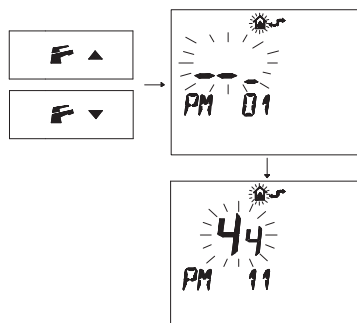

Figura 5.49
- Premere i pulsanti  $\mathbb{F}$ ▲ o  $\mathbb{F}$ ▲ per visualizzare la programmazione "PM11" della postcircolazione pompa (Figura 5.49).